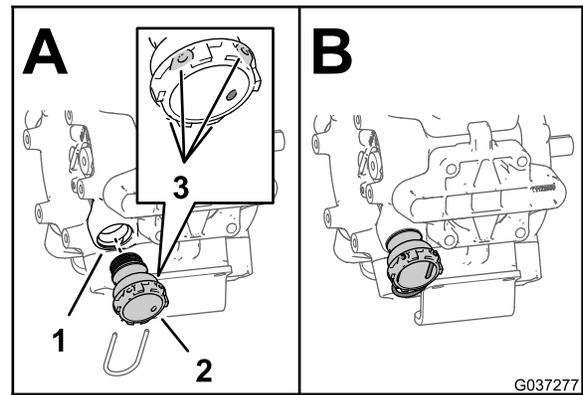
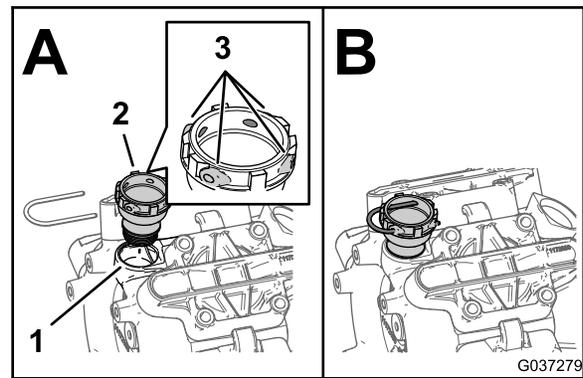

Figure 5
Figure 6
4. Montez le raccord de 1/4" (31,8 mm) dans l'orifice de pression de la pompe (Figure 5 ou Figure 6).